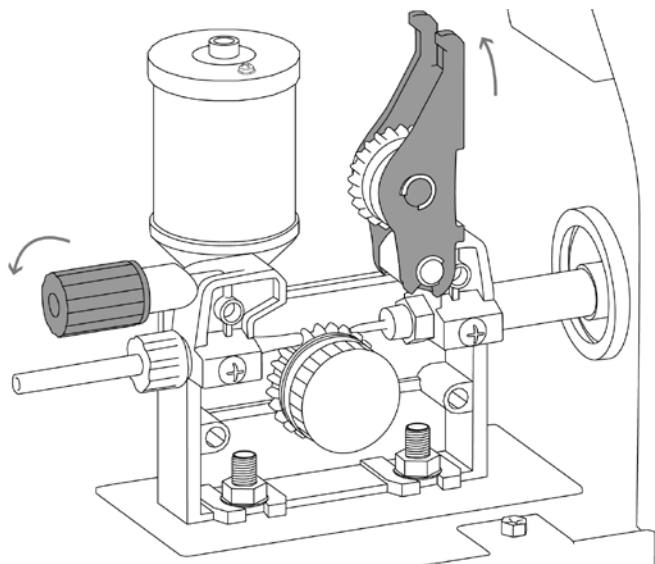
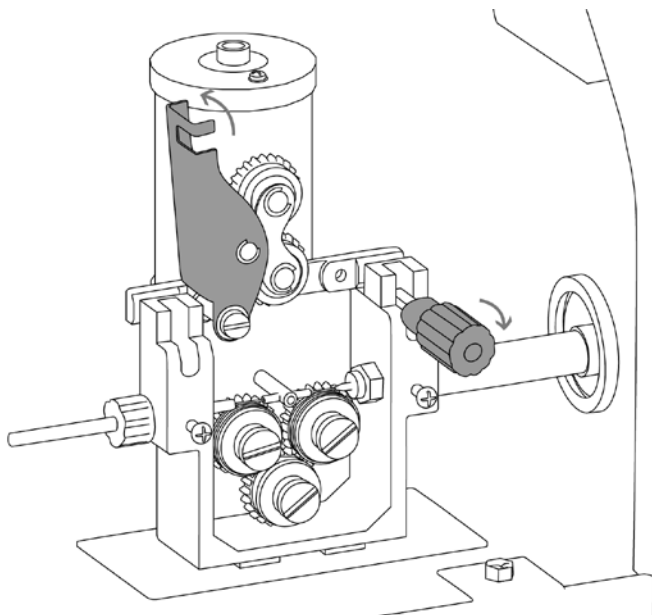

Рис. 8.6. Открытие механизма подачи проволоки TECH MIG 250 (N257).
Рис. 8.8. Открытие механизма подачи проволоки TESH MIG 350 (N258).
1. Откройте механизм подачи проволоки. Потяните на себя механизм прижима, потяните вверх прижимной ролик (См. рис. 8.6 для TECH MIG 250 (N257) и рис. 8.8 для TECH MIG 350 (N258)).